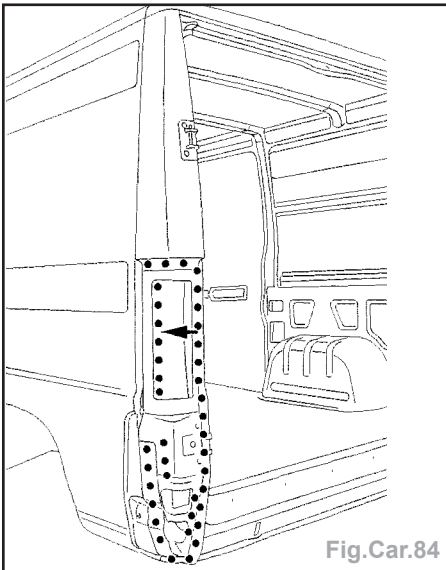

Fig.Car.84
- Souder par points bouchon MAG et souder par points électriques (Fig.Car.84).